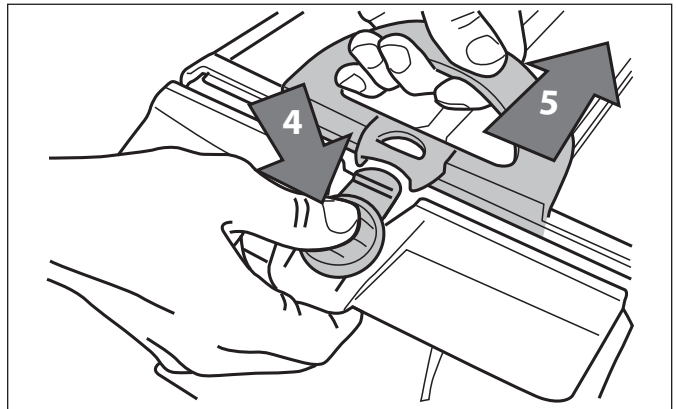

Figura 26. Abra el ensamble del filtro
7. Pulse el botón de liberación rápida del ensamble del porta filtro (4) y jale el ensamble del filtro (5). Vea la Figura 26.